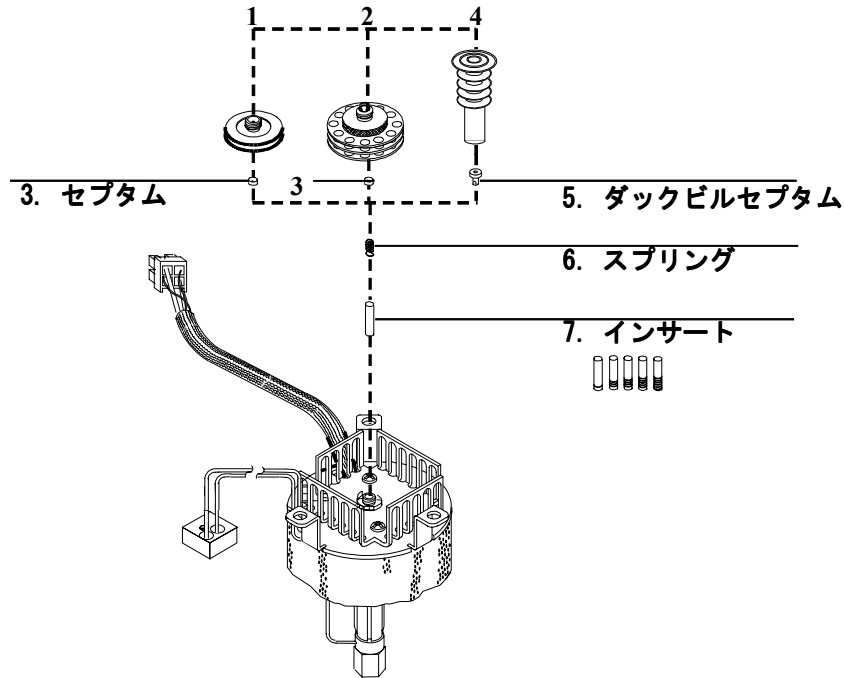

図 53 **クールオンカラム注入口のハードウェア**
2. 注入口上部にあるセプタムナットまたは冷却タワーアセンブリを取り外します (図 53 参照)。冷却タワーを使用している場合は、3 つのリングをつかんでねじをゆるめます。セプタムナットを使用している場合は、きざみの部分をつかんでねじをゆるめます。